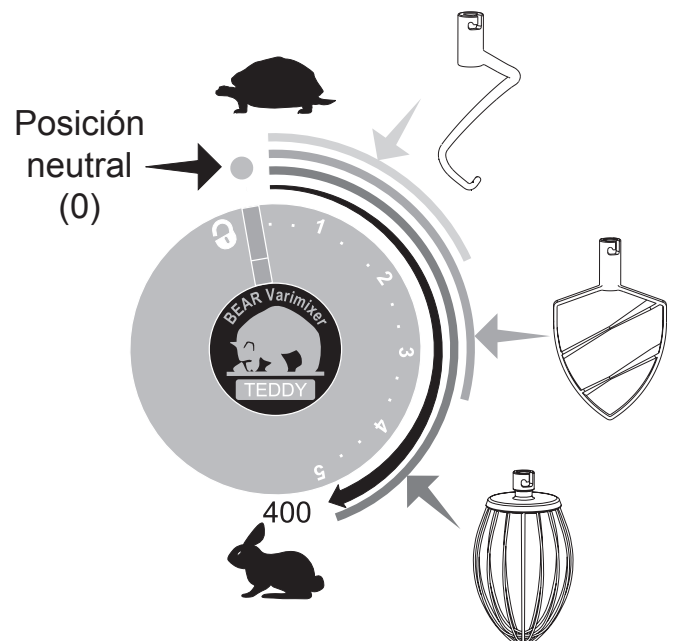

Fig. 2 Velocidades de trabajo recomendadas
- G. Arrancar la batidora haciendo girar el botón de maniobra del símbolo de cierre y hacerlo pasar 1. Para evitar salpicadura y nubes de harina, se recomienda incrementar la velocidad poco a poco a la velocidad deseada (fig. 3C), (véase fig.2 para velocidades de trabajo recomendadas).